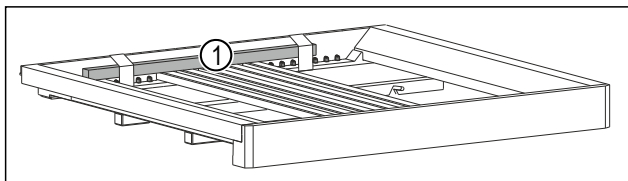

Fig. 52 *
- ▶ Houten staaf Fig. 52 (1) verwijderen.*